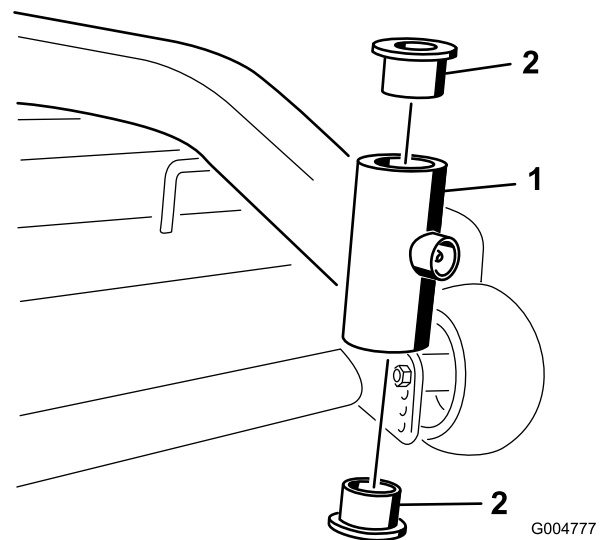

Figure 42
4. Insérez un chasse-goupille dans le tube de montage et chassez les bagues avec précaution (Figure 42). Nettoyez l'intérieur du tube de montage.